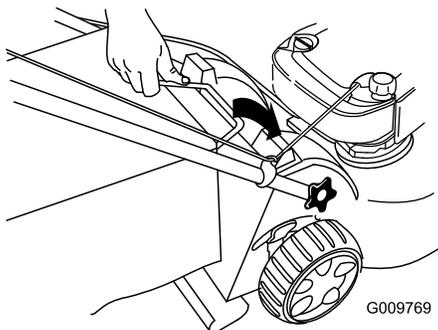

Figura 31
3. Introduzca el asa del recogedor en las ranuras de la parte superior del cortacésped (Figura 31).